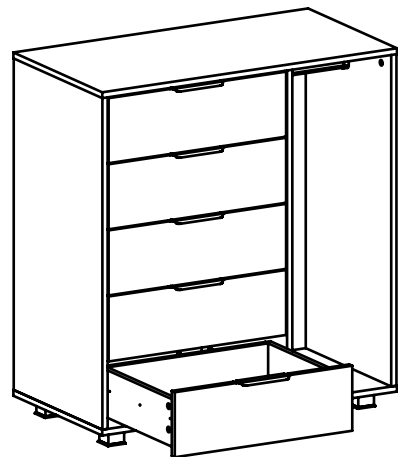

Рис.11
9. Установите ящики в корпус шкафа комбинированного (Рис. 11).